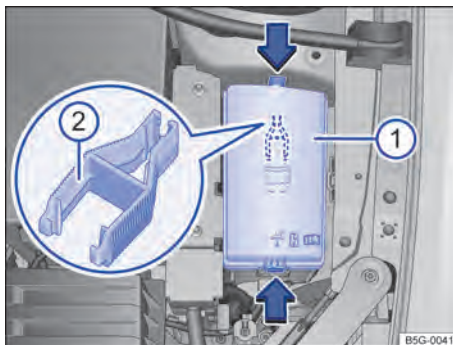

Fig. 218 En el vano motor: cubierta ① de la caja de fusibles con pinzas de plástico ②.
- Para desbloquear la cubierta de la caja de fusibles → fig. 218 ①, presione los bloqueos → fig. 218 (flechas).
En el lado interior de la cubierta de la caja de fusibles del vano motor puede haber unas pinzas de plástico para extraer fusibles → fig. 218 ②.